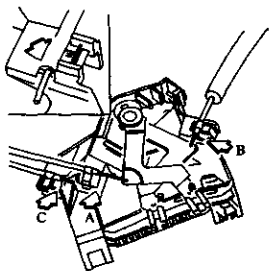

图 5-23 拉索接头
3) 如果这时拉索无法调整, 应检查拉索在骨风调节装置上的位置是否正确。检查前, 应拆下仪表板, 拉索接头应紧靠相应的极限, 如图 5-23 中箭头 C 所示的位置。
4) 必要时, 可滑动新鲜空气风箱底座上的拉索护套进行调整。如果这时拉索无法调整, 应拆下仪表板, 检查各拉索是否在暖风调节装置上的正确位置, 见图 5-23 所示。